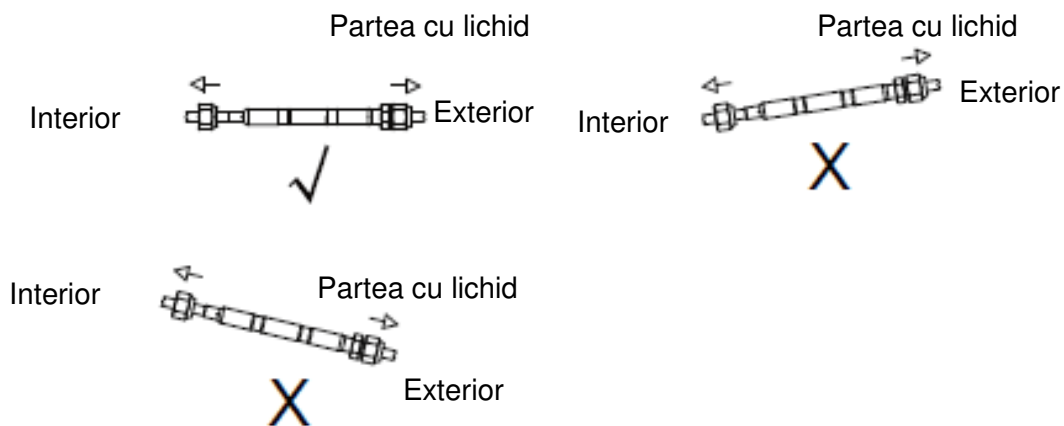

Fig. 7.2
- se recomanda ca conductele ascendente verticale sa nu fie prea mari. Returul corect al uleiului in compresor trebuie mentinut la viteza de aspirare a gazului. Daca viteza scade sub 7,62 m/s (1500 picioare pe minute), returul uleiului trebuie scazut. La fiecare 6 m (20 picioare) de pe conducta de aspiratie verticala trebuie montata o capcana de ulei. (consultati Fig. 7.2)